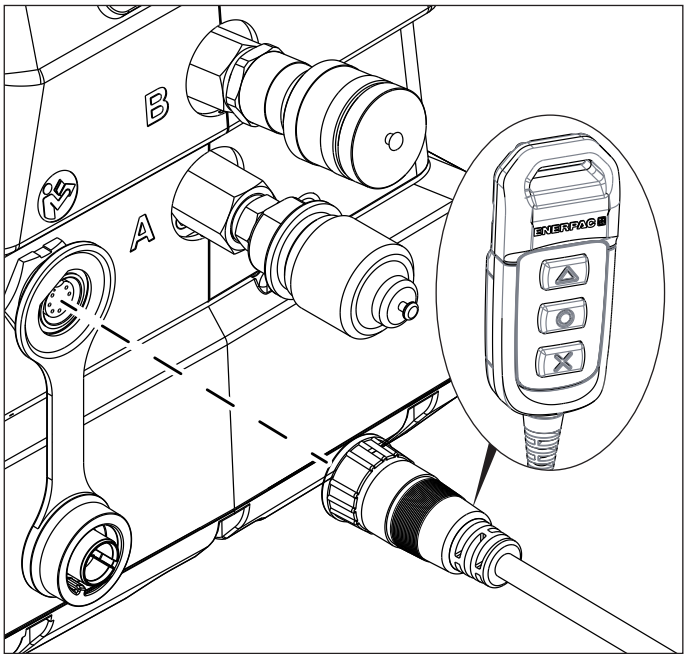

图 4: 控制手柄连接
1. 将液压泵正面对应接口处的堵塞取下,连接控制手柄的连接线。请见 图 4。